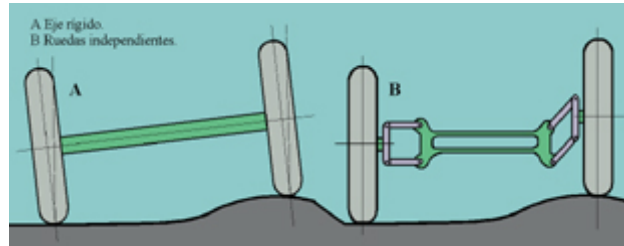

Fig. 9
- **Diferencias entre la suspensión con ruedas independientes y por eje rígido (fig. 9)**